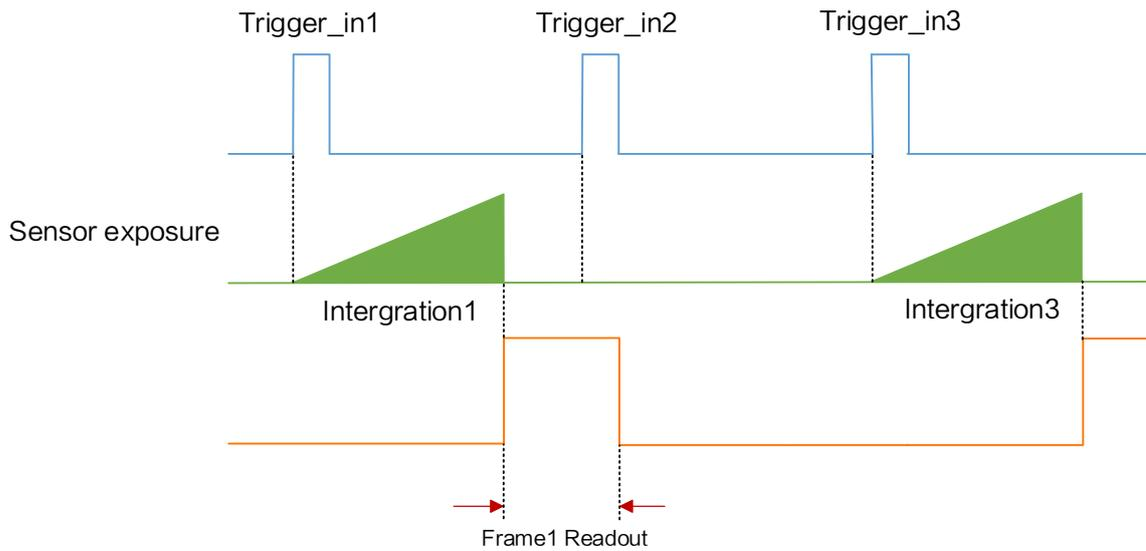

图8-14 第2帧被过滤时序
- 不启用触发缓存使能：第 2 个触发信号直接被过滤，不做处理，如图 8-14 所示；